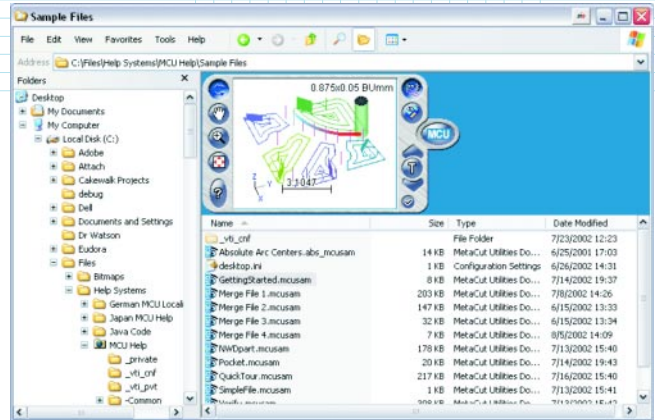

Рис. 6. Можно просматривать УП прямо из Explorer'a
- включенный в состав программы MCU Explorer (рис. 6) позволяет просматривать УП прямо из Windows Explorer (кроме Windows NT);